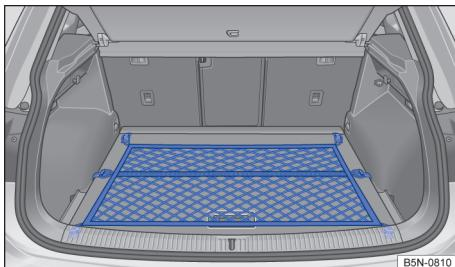

Fig. 189 No compartimento de bagagem: rede para bagagem presa de forma plana.
- Prender os ganchos da rede para bagagem nos olhais de amarração dianteiros → Fig. 189 , → **⚠**. O zíper da rede para bagagem deve estar voltado para cima.
- Prender os ganchos da outra extremidade da rede para bagagem nos olhais de amarração abaixo do canto do compartimento de carga → Fig. 189 .